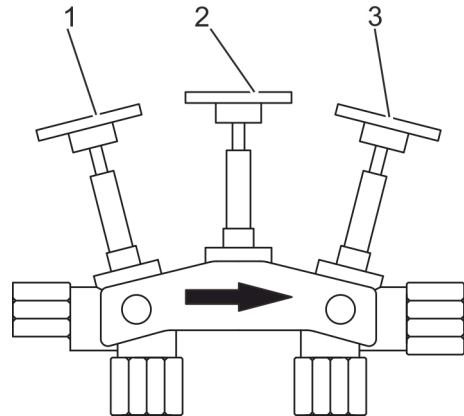

Abb. 13: Bypass-Position
- Mittleres Absperrventil (Abb. 13/2) offen
- Äußere Absperrventile (Abb. 13/1 und 3) geschlossen